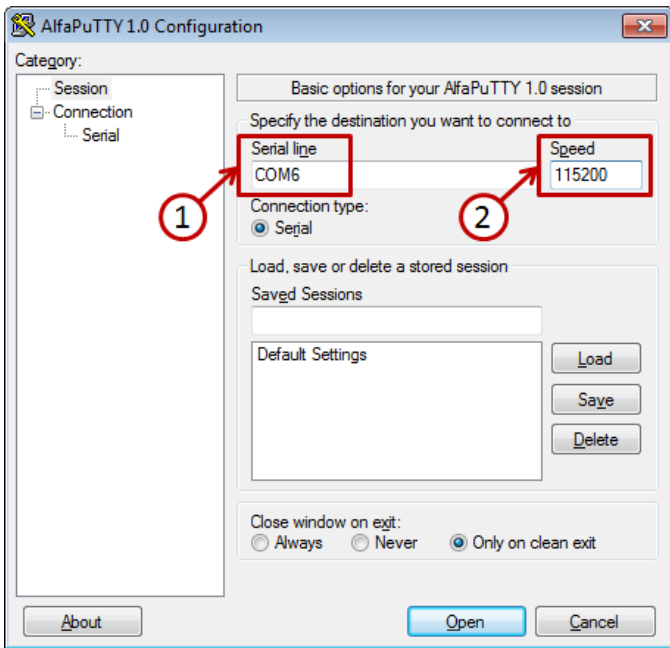

Figura 174 – Tela de configuração do AlfaPuTTY
No software de emulação de terminal entre com a configuração da porta de comunicação conforme a **Figura 174**. Em ①, entre com a porta COM alocada para o Transmissor de Pesagem Automática 2711 (vide ANEXO A). Em ②, entre com a velocidade 115200.